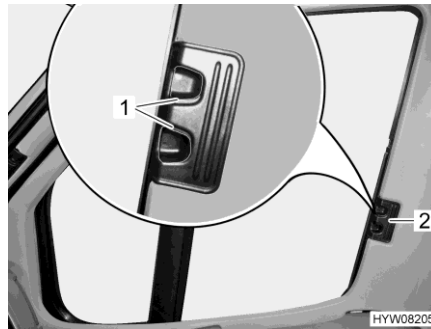
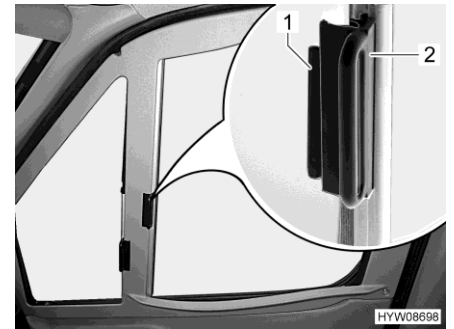

Fig. 25 Dispositif occultant plissé (fenêtre côté conducteur/passager, Fiat)
Fig. 26 Dispositif occultant plissé (fenêtre côté conducteur/passager, Mercedes-Benz)
- Suivant le système de verrouillage, presser les poignées de verrouillage (Fig. 25,1) et les maintenir pressées.
- Tirer les dispositifs occultants plissés pour les fenêtres côté conducteur et côté passager par la poignée (Fig. 25,2 ou Fig. 26,2) vers l'autre côté de la fenêtre et les rassembler au niveau de la piste magnétique.
- Pousser les dispositifs occultants plissés pour les fenêtres côté conducteur et côté passager jusqu'à la butée au niveau de la poignée (Fig. 25,2 ou Fig. 26,2).
- Lâcher les poignées de verrouillage (Fig. 25,1) et les faire s'enclencher ou pousser la poignée (Fig. 26,2) sur la pièce de fixation (Fig. 26,1).